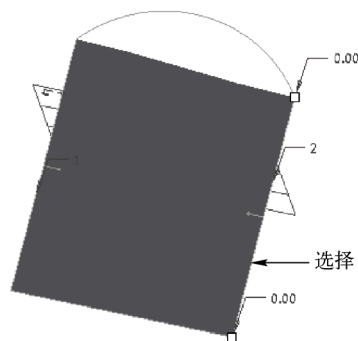

图 9-4 选择直线一
STEP 04 打开“造型：曲面”选项卡，按住〈Ctrl〉键的同时，在模型上依次选择左侧和右侧的直线，如图 9-4 所示。